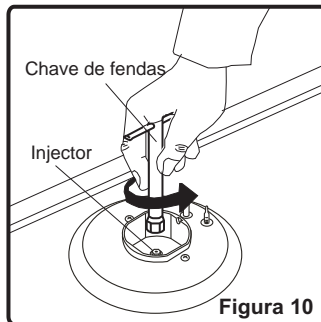

Figura 10
- Desaparafusar os injectores. Para isso, usar uma chave de fendas de 7mm (Figura 10).